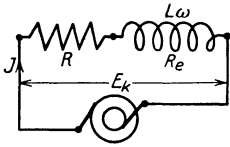

Abb. 109.
248. Ein veränderlicher aber induktionsfreier Widerstand $R = 4, 6, 8, 10 \Omega$ und eine Spule mit dem Echtwiderstande $R_e = 2 [3] (1) \Omega$ und dem Blindwiderstand $L \omega = 8 [9] (6) \Omega$ sind hintereinandergeschaltet und an eine Stromquelle von $100 [80] (120) \text{ V}$ angeschlossen (Abbildung 109).